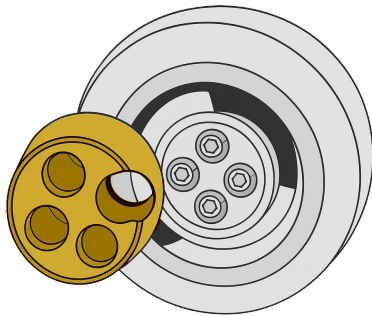

Abb. 2
- Wird verwendet, um die Kurbelwellenriemenscheibe zu arretieren und ermöglicht das schrittweise Lösen der Riemenscheibenschrauben, ohne die Kurbelwelle zu drehen, wie in Abbildung 2 und 3 dargestellt.